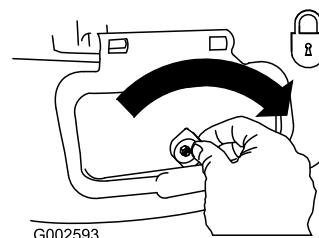

**Figura 33**
3. Instale el conducto de descarga lateral y cierre la puerta sobre el conducto (Figura 33).